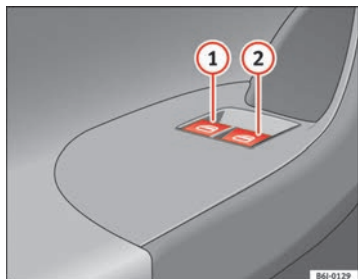

Fig. 48 Dettaglio della porta del conducente: comandi per l'apertura e la chiusura dei finestrini anteriori.
I tasti ⇒ pag. 87, fig. 48 ①, ② hanno due livelli per l'apertura e due per la chiusura dei finestrini. In questo modo è più facile eseguire le operazioni di apertura e chiusura.